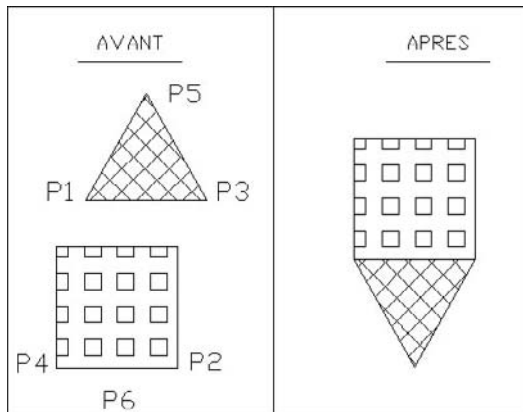
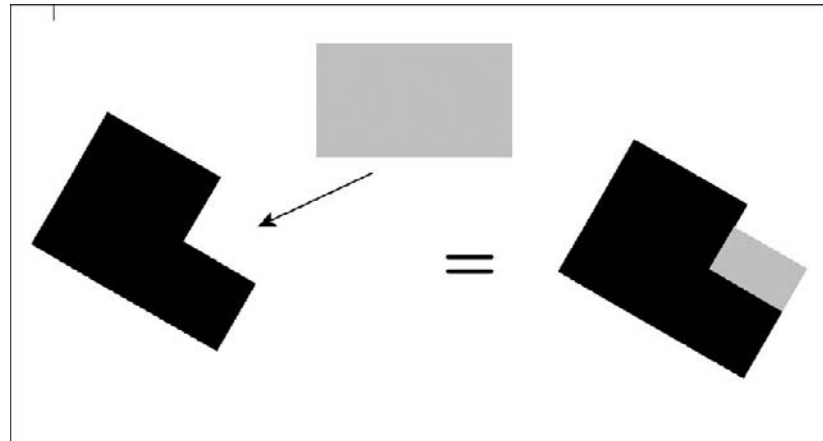

Fig.6.27
Fig.6.28
- 6 Spécifier éventuellement le troisième point d'origine (P5) et le point de destination correspondant (P6) (fig.6.27). Si deux points sont suffisants il convient d'appuyer sur Entrée après le deuxième point de destination et de répondre O (Y) ou N à la question **Mettre les objets à l'échelle des points d'alignement** (Scale objects based on alignment points). Une réponse Oui (Yes) va modifier l'échelle de l'objet en fonction des points désignés (fig.6.28).